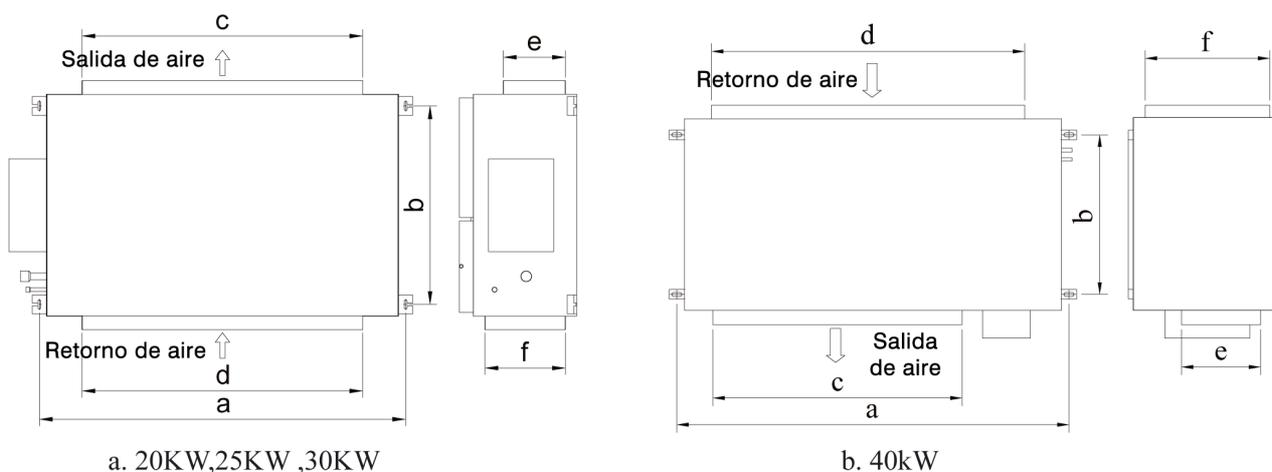

Imagen 19. Posición y dimensiones de la unidad interior.
1) La imagen 19 y la tabla 1 muestran las dimensiones del orificio de instalación y del puerto de entrada/salida.
Se deberá usar una junta estanca como se muestra en la imagen 19. La altura de dicha junta estará determinada por la presión de la manguera de drenaje.